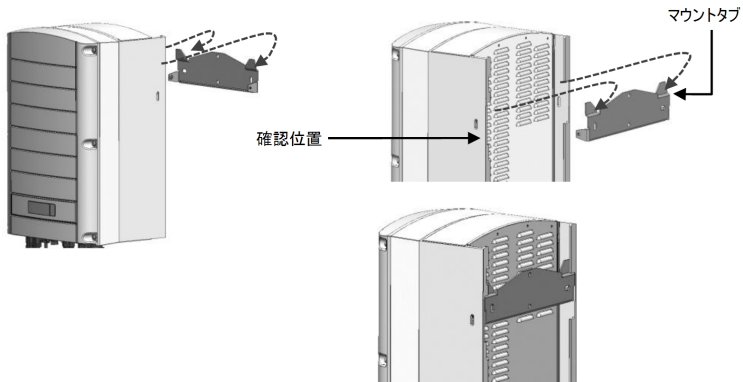

図 9: パワーコンディショナとブラケットの連結 - タイプ2
4. パワーコンディショナをブラケットに取り付けます (図 8および 図 9を参照してください)。パワーコンディショナの側面部や、上面と底面部を持ってパワーコンディショナを取り付け位置まで持ち上げます。破損の原因となるためセーフティスイッチをつかまないでください。